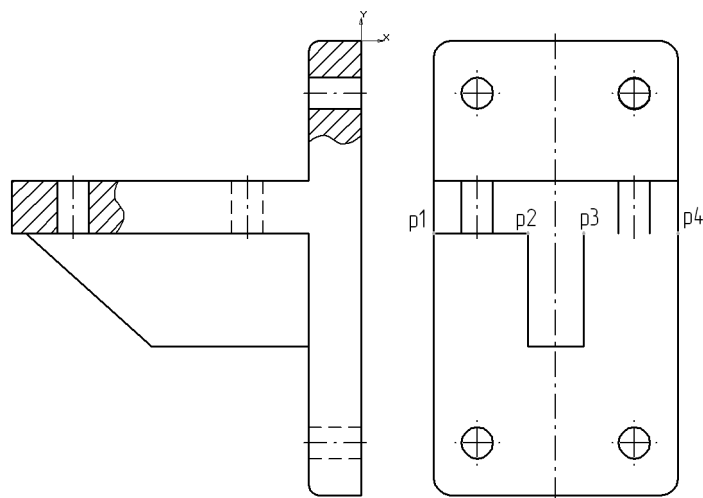

Рис. 54.27.
- 6.1. Проставьте вспомогательную точку в точке p4 и удалите отрезок p3–p4 (рис. 54.27).